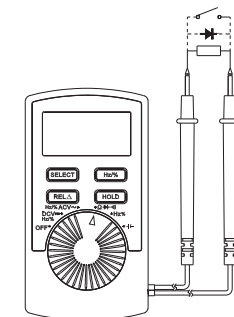

Рисунок 6
**5.5. Тестирования диодов и цепи на обрыв (см. пунктирную часть Рис. 6)**